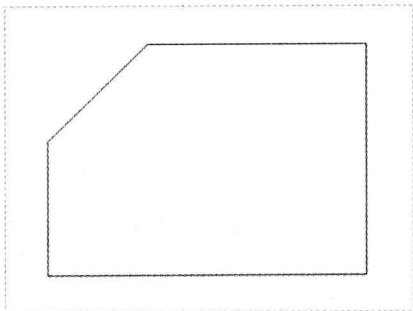

图 12-44 图形文件
Step 01 按【Ctrl+O】组合键，打开图形文件，如图 12-44 所示，在视图上双击鼠标左键，弹出“绘图视图”对话框。